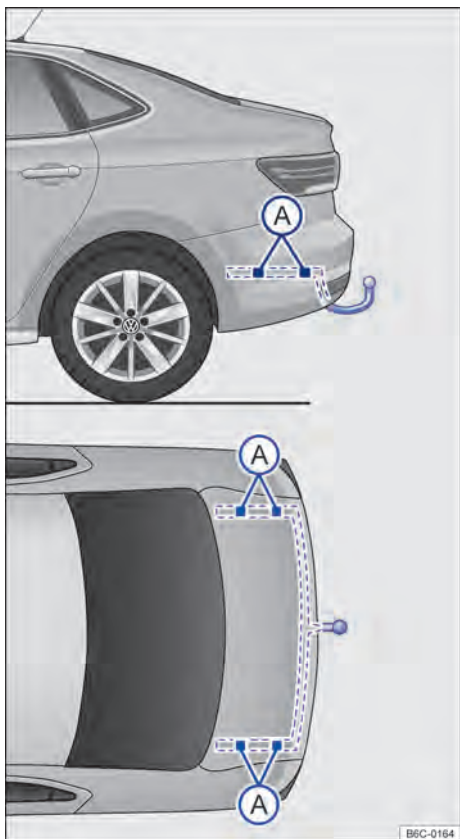

Fig. 156 Pontos de fixação para instalar um dispositivo de reboque posteriormente.
A figura → Fig. 156 ilustra, como exemplo, o ponto de fixação para instalar um dispositivo de reboque do modelo Virtus.
A montagem posterior de um dispositivo de reboque deverá ser efetuada de acordo com as instruções do respectivo fabricante do engate, sempre respeitando os pontos de fixação indicados na → Fig. 156 (A).